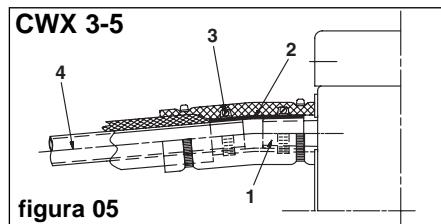

figura 05
- Unir un tubo de PVC rígido (4) de 18 mm de diámetro exterior, a la boquilla de evacuación del aparato (1) con la ayuda de un tubo flexible (2). Fijar con abrazaderas (3). (Figura 05)